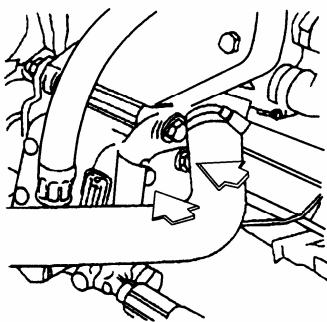

图 12-37 拆下后支架上的固定螺栓
④拆下转向油泵后支架上的固定螺栓，如图 12-37 所示，支撑起车辆。